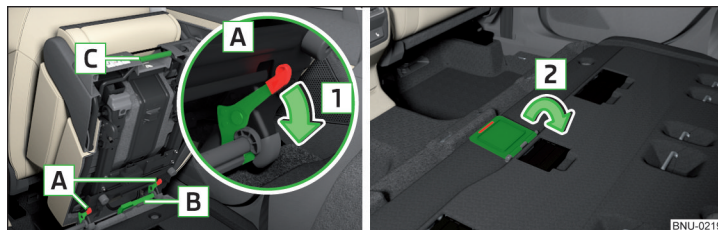

Fig. 86 Desbloquear el asiento / Tapar las tapas de cubrimiento
- Desbloquear el asiento presionando los bloqueos de asiento **A** en sentido de la flecha **1** » **fig. 86.**
- Retirar el asiento central y cerrar la tapa de recubrimiento para el enchufe en el suelo » **fig. 86 de la página 88.**
- Antes de colocar el asiento central, abrir la tapa de recubrimiento para el enchufe en el suelo contra el sentido de la flecha **2** » **fig. 86 de la página 88.**